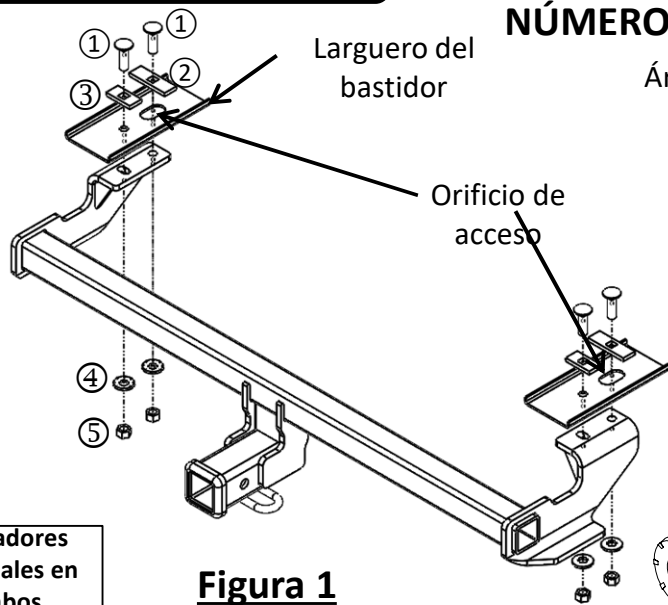

Figura 1
②	Cant. (2)	Espaciador, 1/4"x1"x3"
③	Cant. (2)	Espaciador, 1/4"x1"x2"
④	Cant. (4)	Arandela cónica, 1/2"
⑤	Cant. (4)	Tuerca hexagonal, 1/2", GR5
⑥	Cant. (4)	Cable de insertar, 1/2"-13
- Quitar los tornillos de la fascia:** Usar una broca Torx T15 para quitar (2) tornillos (con clips) de la parte inferior de la fascia. **Si hay un panel de debajo de la carrocería:** Usar un cubo M10 para quitar 3 tuercas de plástico del borde delantero del panel inferior de la carrocería, con una broca T25 quitar los 4 tornillos del borde posterior del panel inferior de la carrocería. Devolver al propietario del vehículo.
- Aflojar el revestimiento del receptáculo de la rueda:** Usar una broca Torx T25 para quitar (2) tornillos del revestimiento inferior del receptáculo de la rueda. Usar una broca Torx T25 para quitar (4) tornillos del revestimiento del receptáculo de la rueda del lado del conductor. Usar una broca Torx T25 para quitar (1) tornillo desde el interior del receptáculo de la rueda. Repetir este proceso en el lado del pasajero.
- Quitar la tapa/luz trasera:** Con herramientas de recortar plástico, quitar la cubierta de plástico de la luz trasera del lado del conductor. Con una broca Torx T25, quitar (2) tornillos detrás de la cubierta que se quitó. Desconectar con cuidado la luz trasera del vehículo y dejarla a un lado. Repetir estos pasos del lado del pasajero.
- Retire la cubierta de plástico:** use un destornillador de cabeza plana para quitar la cubierta de plástico debajo de la luz trasera del conductor. Utilice T30 Torxbit para quitar (1) tornillo de debajo de la cubierta de plástico. Repita este proceso para el lado del pasajero.
- Agrandar el orificio de acceso/Instalar el enganche:** Usar una amoladora para agrandar el orificio de acceso para que quepan las piezas. Quitar el exceso de masilla del larguero del bastidor en el área del enganche. Con un cable de insertar, introducir el perno de carruaje y el espaciador en los largueros del bastidor y los orificios del soporte desde el orificio más delantero del larguero del bastidor. Levantar el enganche a su posición y alinear los orificios con los orificios en el larguero del bastidor. Quitar los cables de insertar y sin apretar instalar las arandelas cónicas y las tuercas hexagonales hacia el enganche. Ver **Figura 1**.
4. Retire la cubierta de plástico: use un destornillador de cabeza plana para quitar la cubierta de plástico debajo de la luz trasera del conductor. Utilice T30 Torxbit para quitar (1) tornillo de debajo de la cubierta de plástico. Repita este proceso para el lado del pasajero.
6. Agrandar el orificio de acceso/Instalar el enganche: Usar una amoladora para agrandar el orificio de acceso para que quepan las piezas. Quitar el exceso de masilla del larguero del bastidor en el área del enganche. Con un cable de insertar, introducir el perno de carruaje y el espaciador en los largueros del bastidor y los orificios del soporte desde el orificio más delantero del larguero del bastidor. Levantar el enganche a su posición y alinear los orificios con los orificios en el larguero del bastidor. Quitar los cables de insertar y sin apretar instalar las arandelas cónicas y las tuercas hexagonales hacia el enganche. Ver **Figura 1**.